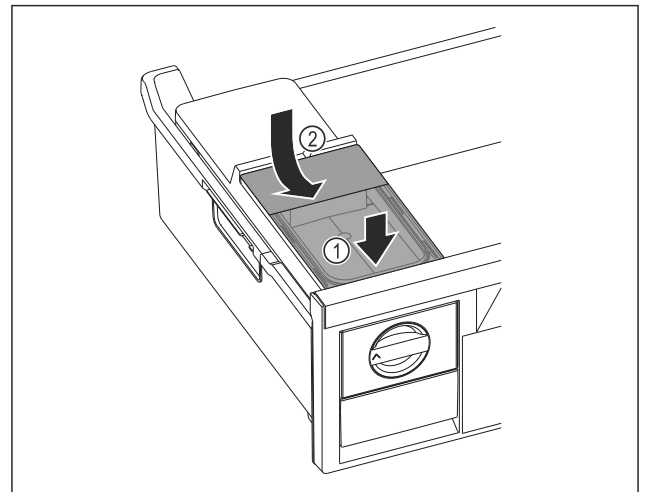

Fig. 92
- Wassertank vorne ansetzen. Fig. 92 (1)
- Wassertank hinten absenken. Fig. 92 (2)